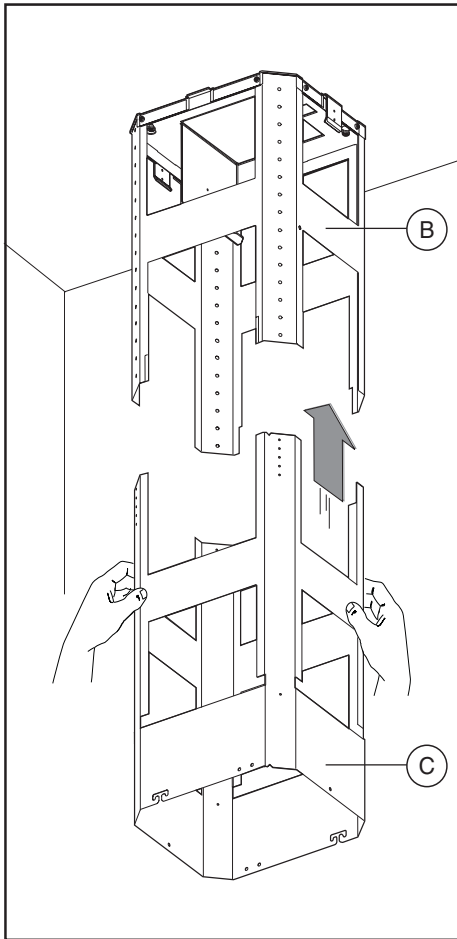

Fig.5
- Prendre la partie inférieure de la structure télescopique **C** et l'insérer sur la partie supérieure **B** (fig.5).